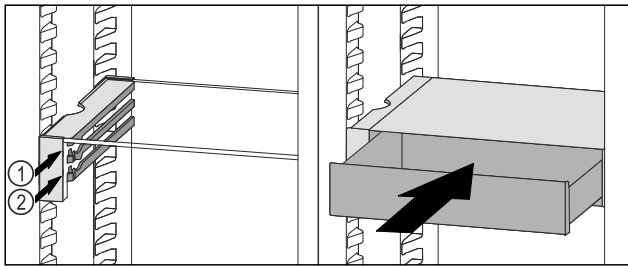

Fig. 198
- ▶ VarioSafe-Schubfach hinter den Stopperrn auf gewünschter Rippe Fig. 198 (1) oder Fig. 198 (2) aufsetzen.